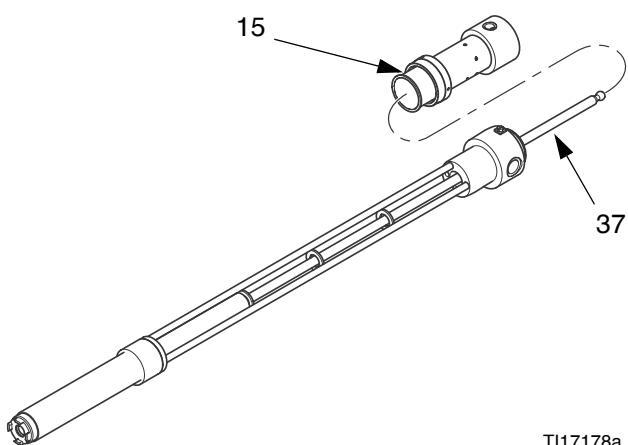

Рис. 13
6. Используя для маневрирования вращение, установите соединительный шток насоса (37) и поршень обратно в раму насоса (36). См. Рис. 13 на стр. 17.